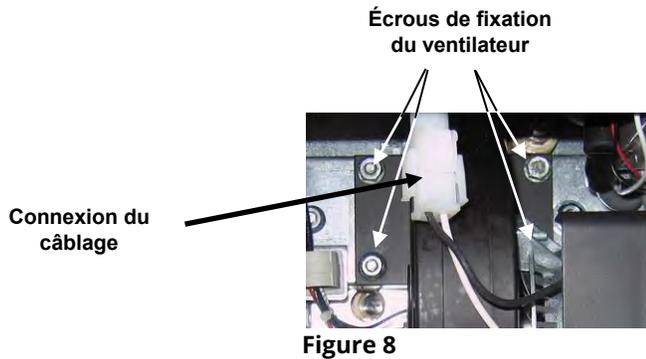

Figure 8
1. Débrancher le faisceau de câbles du ventilateur (voir Figure 8), enlever les écrous de montage du ventilateur et retirer le ventilateur de la friteuse. Si vous nettoyez le moteur, passez à l'étape 2 ; sinon, installez le ventilateur de remplacement, rebranchez le faisceau de câbles, puis passez à l'étape 6.